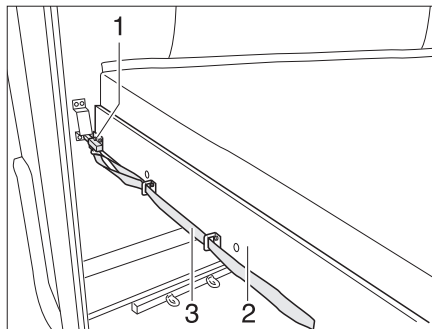

Fig. 169 Lit superposé (arrière)
- Tirer sur la boucle (Fig. 169,3) et désenclencher le verrou (Fig. 169,1).
- Tirer le sommier à lattes (Fig. 169,2) avec le matelas vers l'avant jusqu'à ce qu'il s'enclenche.